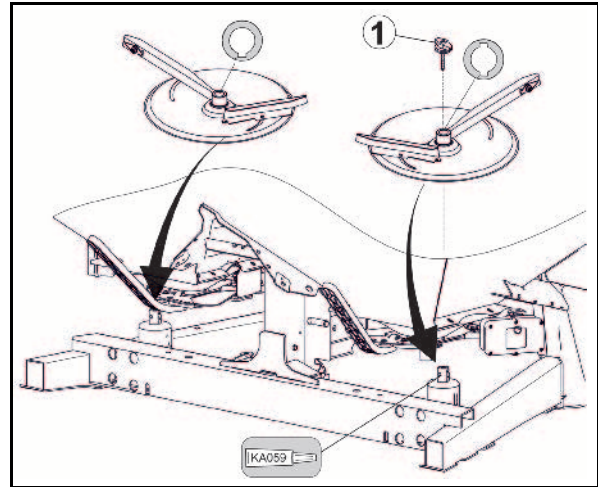

Fig. 58
1. Fjern vingemøtrikken (Fig. 58/1).